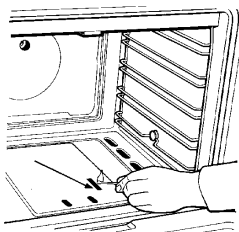

Рис. 12
2) одновременно поднести горящую спичку к запальному отверстию (рис. 12);